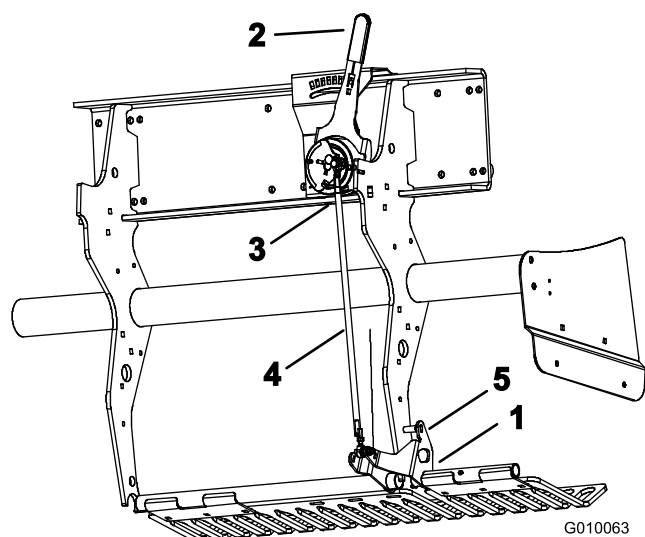

Figura 59
1. Rode o suporte de montagem do protector de relva LH (Figura 59) até dar para inserir um pino de bloqueio (barra ou parafuso de 5/16) entre o suporte e o tubo de configuração da profundidade soldado à estrutura.
2. Mova a alavanca de profundidade dos dentes (Figura 59) para a configuração H (a mais profunda).
3. Desligue o dispositivo esférico exterior (Figura 59) da cablagem (interruptor de cabeça para baixo).
4. Desaperte as porcas de bloqueio (LH e RH) da barra de ajuste da profundidade (Figura 59).